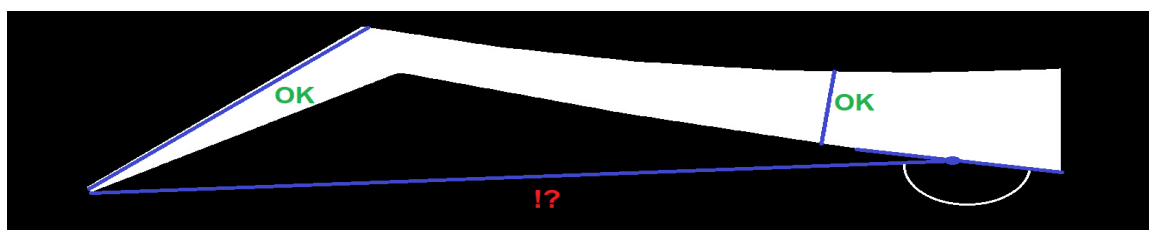

Рис. 5.1. Измерения с прогнозируемой точностью и измерения неопределенной точности.
- 5.14. Измерение расстояния от точки до точки контура объекта подобно измерениям при помощи штангенциркуля. Точность измерения до  $\pm 0.08$  мм. для типичных измерений. Типичным измерением для установки считается измерение отрезка прямой, формирующей с касательными в точках контура углы в диапазоне от 65 до 115 градусов (условно близкие к прямым углам). Показатели точности снижаются по мере отклонения от условно прямых углов к касательным в точках контура. Смотрите рисунок 5.1.